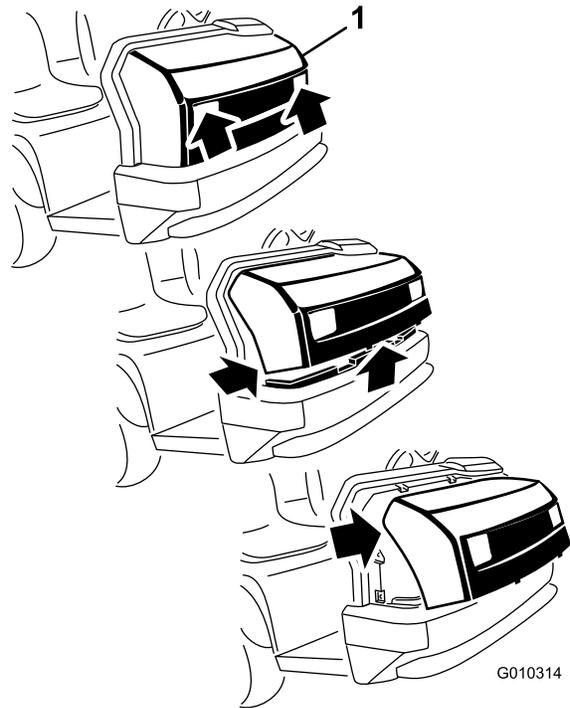

**Bild 38**
- Die Hebestelle vorne an der Maschine befindet sich unter der vorderen mittleren Rahmenstütze (Bild 37) und hinten unter der Achse (Bild 38).